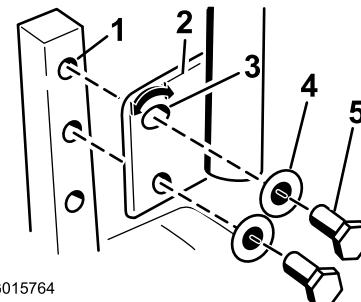

Figura 30
1. Togliete i due bulloni e le 2 rondelle che fissano la leva di comando all'albero del braccio di controllo (Figura 30).
2. Spostate la leva di comando nella serie di fori successiva. Fissate la leva con i 2 bulloni e le 2 rondelle (Figura 30).